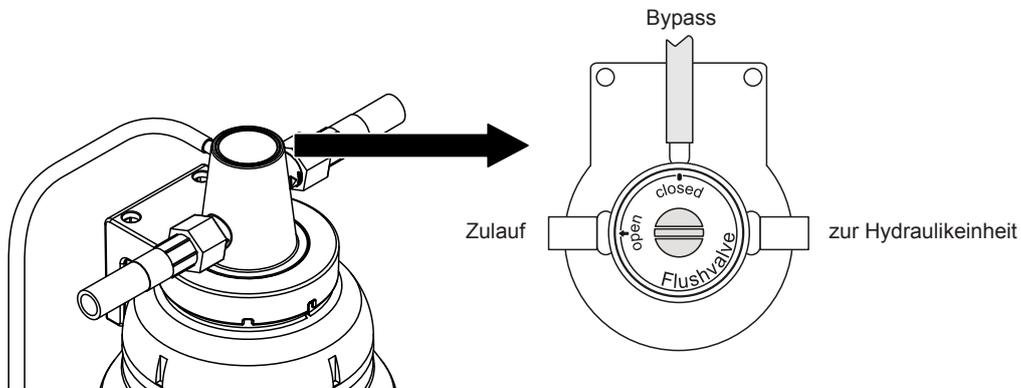

Abb. 17: Ventil auf "Durchfluss" einstellen (Betriebsstellung)
12. Stellen Sie das Ventil am WAB-Kopf so ein, dass "open" auf den "Zulauf" zeigt (siehe Abb. 17).